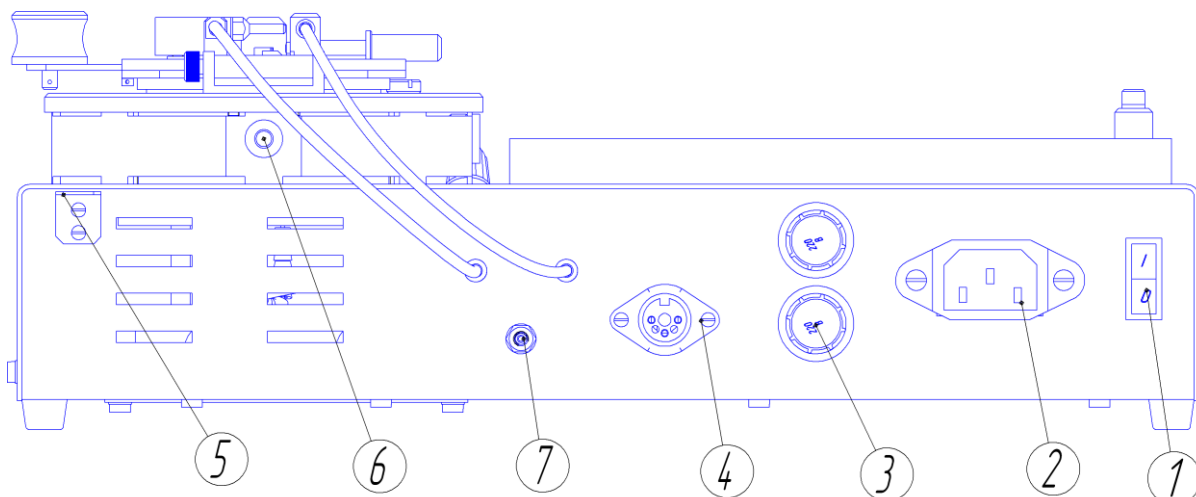
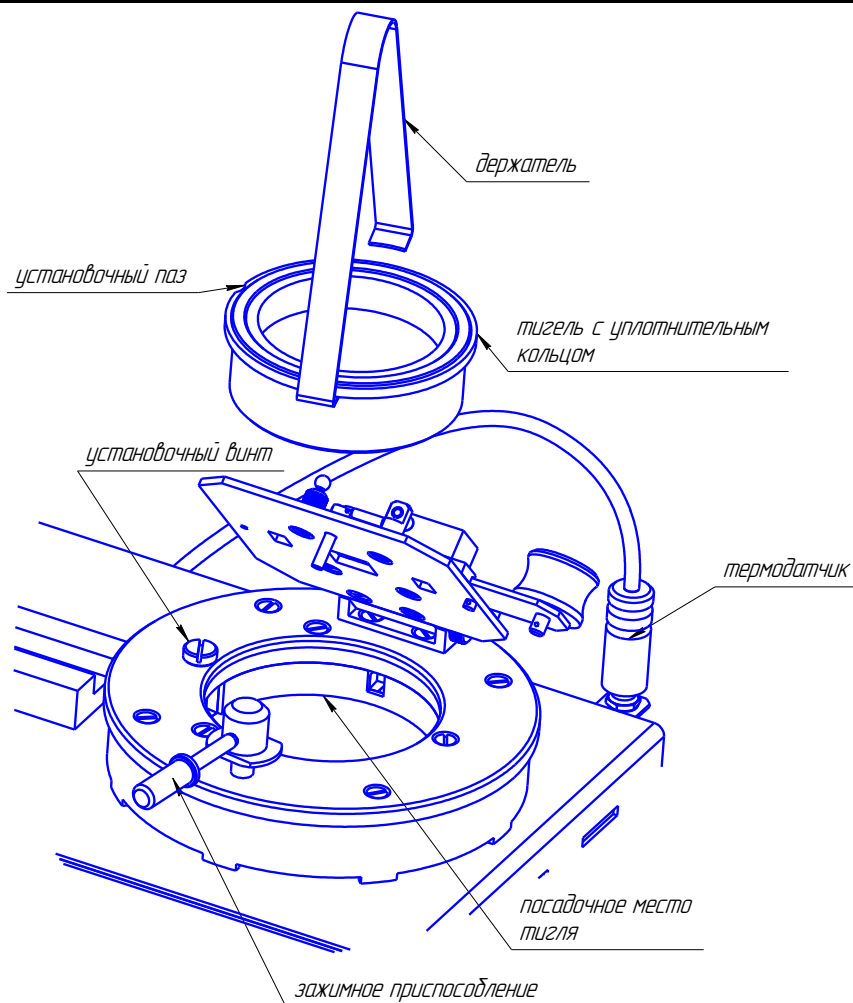

Рисунок 2- Аппарат для экспресс-анализа температуры вспышки в закрытом тигле малого объема (вид сзади)
Рисунок 4– Установка (снятие) тигля
8.2 Убедиться, что клавиша 1 рисунок 2 находится в положении выключено.
8.3 Подсоединить термодатчик (рисунок 4) к разъёму 4 (рисунок 2) на тыльной стороне анализатора и установить в держатель 5 (рисунок 2).
8.4 Установить сетевой шнур в разъём 2 рисунок 2.
9.2 Установить тигель в посадочное место совместив оси установочного паза и винта рисунок 4.
9.3 Установить термодатчик в отверстие 6 рисунок 2 до упора
9.5 Включить анализатор клавишей 1 рисунок 2.
9.12 После проведения испытания необходимо потушить испытательное и дежурное пламя, и по истечении некоторого времени достаточного для остывания тигля, открыть крышку и вынуть его. Для удобства выемки (установки) тигля предусмотрен специальный держатель рисунок 4.